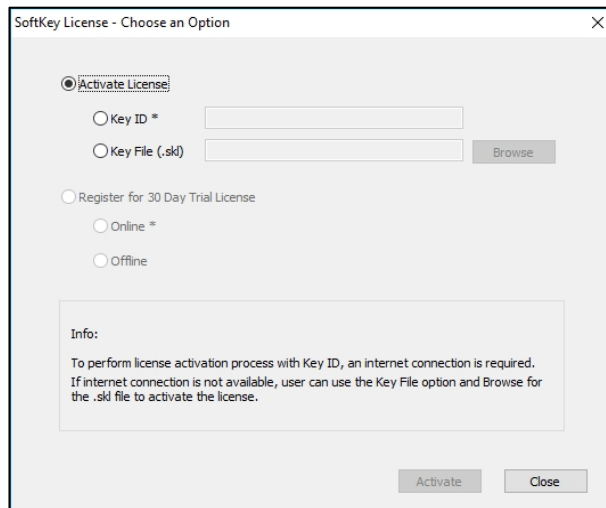

図13. ライセンスの有効化
- a. 「オプションを選択」ページ（図13）から、「**KEY ID**」を選択します。
- b. [オプションの選択] ページ（図 13）で、[**キーファイル (.skl)**] を選択します。